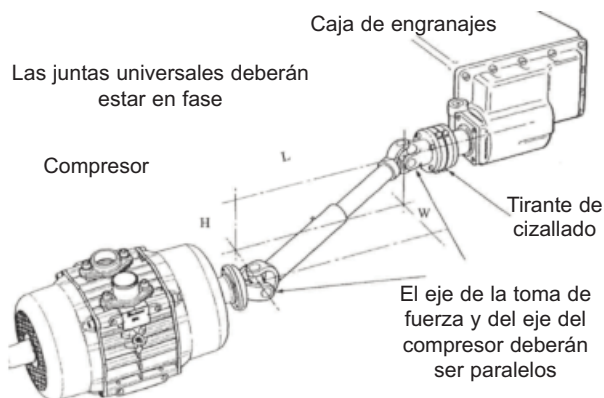

Figura 5
3.3 Eje de accionamiento - ver Figura 5